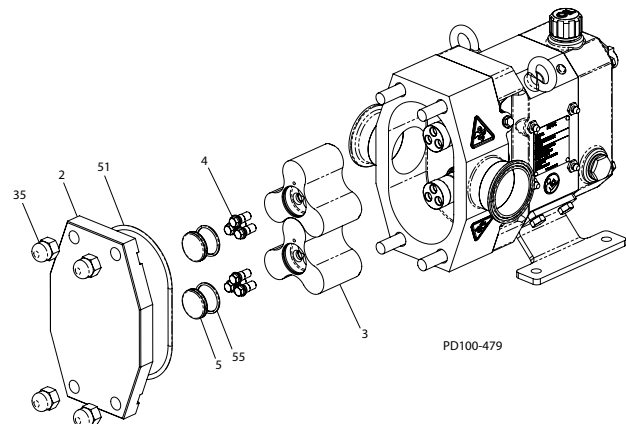

Figura 30: Desmontaje de la cubierta y del rotor de la bomba
Tabla 4: Tabla de identificación de la Figura 30
1. Quite las tuercas ciegas de la cubierta (Figura 30, renglón 35).
1. Quite los tapones roscados (Figura 30, renglón 5) de los rotores (elementos 3). Extraiga e inspeccione los anillos O (elementos 55).
3. Extraiga los rotores (Figura 30, renglón 3). Si no se puede extraer los rotores a mano, aplíqueles un movimiento de torcedura para liberarlos. Si aún así tampoco es posible extraerlos, utilice un martillo de goma y golpéelos ligeramente hacia adelante para aflojarlos.